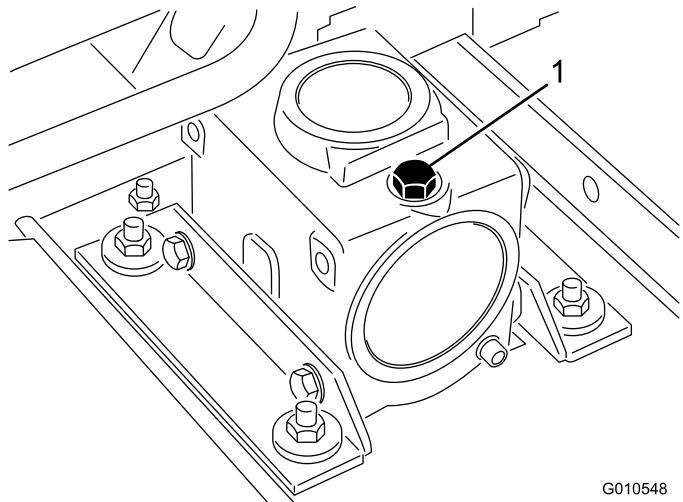

図 19
- マシンとカッティングユニットを平らな場所に駐車させ、カッティングユニットを降下させる。ギア・ボックスの上部についているディップスティック兼給油プラグ(図 19)を取り、オイルの量が、ディップスティックについている2本のマークの間にあることを確認する。油量が少なければ、SAE 80-90 wt. ギア用潤滑油を 2 本のマークの中間まで補給する。